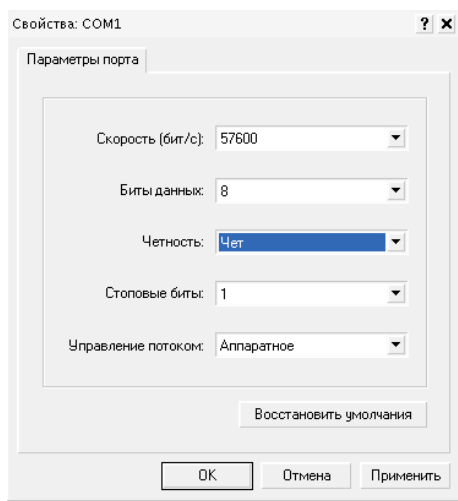

Рисунок 7.3 – Параметры порта.
7.3. Настройте параметры используемого последовательного порта. После выбора последовательного порта, например, COM1, программа предлагает установить его параметры (рисунок 7.3).